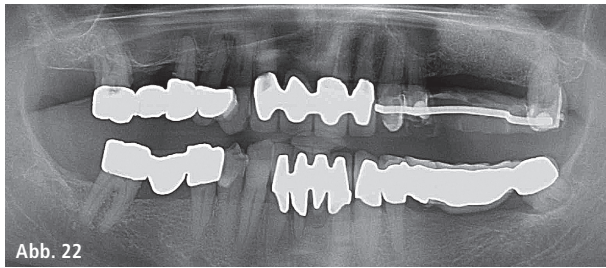
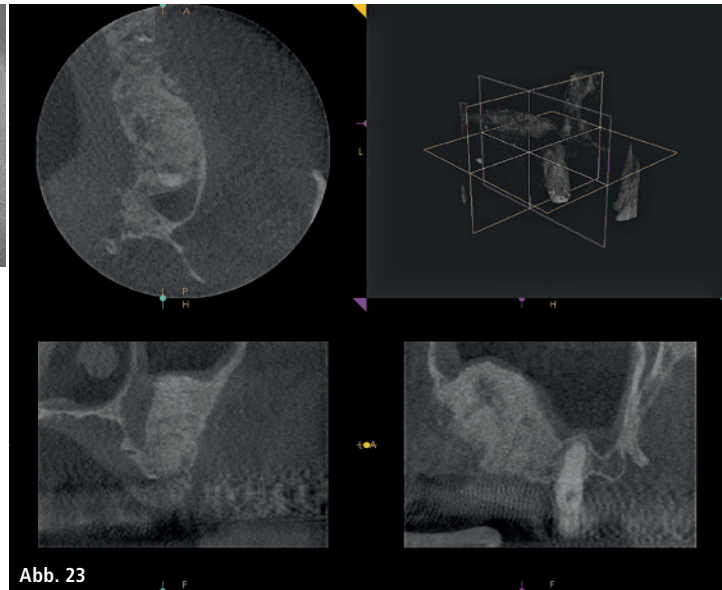

Abb. 22
Abb. 23
**Fall 4 – Abb. 22:** OPG der Ausgangssituation. – **Abb. 23:** DVT-Kontrolle Augmentat. – **Abb. 24:** OPG nach Implantation. – **Abb. 25:** Suprakonstruktion. – **Abb. 26:** Augmentatreste bei Eröffnung. – **Abb. 27:** Explantat. – **Abb. 28:** Defekt nach Explantation. – **Abb. 29:** Nach Defektrekonstruktion.
Dieses implantologische „T“ war nicht nur eine Tragödie, sondern kann mit Recht auch als Totalschaden (fängt ja auch mit „T“ an) bezeichnet werden – und dies zu einem sehr frühen Zeitpunkt (Abb. 22–29).